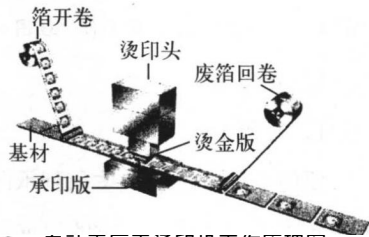

图 1-9 自动平压平烫印机工作原理图
② 自动平压平烫印机 和手摆平压平式结构基本相同 只是输纸和收纸都由机械叼牙递送，其烫印原理如图 1-9 所示。平压平烫印机的烫印幅面可以从信用卡大小到 1050mm 宽 定位烫印速度 1000~6000 张/h。